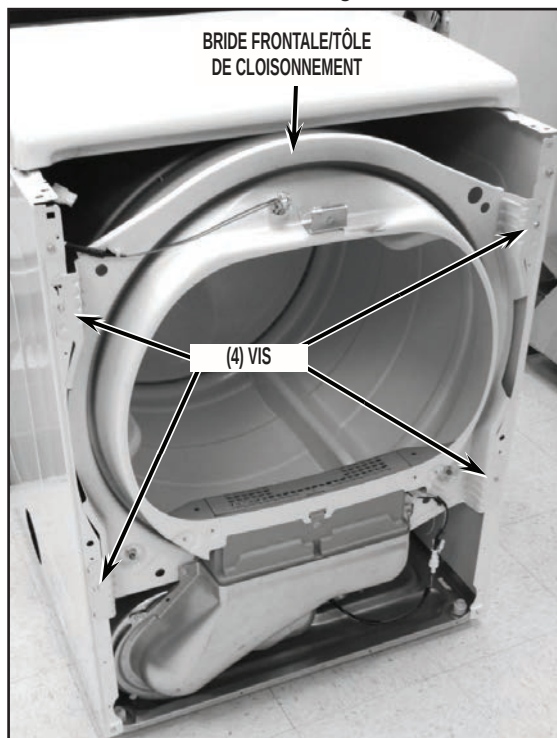

FIGURE 7
9. Ôter les quatre (4) vis sur les deux côtés de la bride frontale/tôle de cloisonnement. Voir la Figure 7.